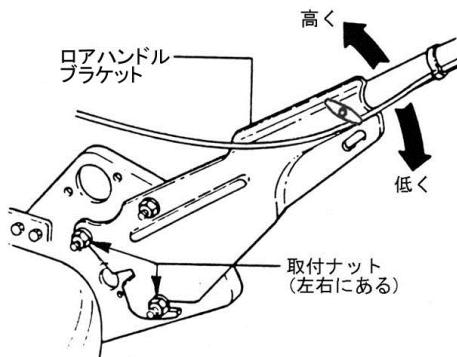

図 4-6
1. ロアハンドルブラケットの取付ナット（左右2ヶずつ）を緩めます。（図4-6）